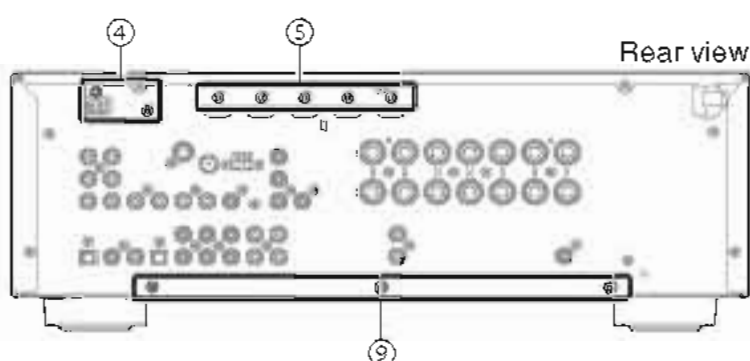

Fig. 3
- Remove 2 screws (④) and 5 screws (⑤). (Fig. 3)
- ④ のネジ 2 本、⑤ のネジ 5 本を外します。(Fig. 3)
- Remove 3 screws (⑨). (Fig. 3)
- ⑨ のネジ 3 本を外します。(Fig. 3)